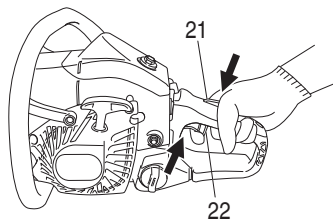

Fig. 16
- Dès que le moteur es lancé, avec le verrouillage de la commande d'accélérateur (21) enfoncé tirez la manette des gaz (22) puis relâchez-la immédiatement. (Fig. 16)